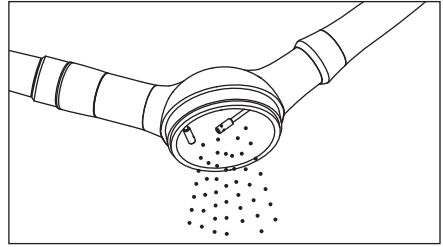

Abb. 5
- 1) Pulverbehälterdeckel abschrauben und Behälter vollständig leeren (Abb. 5)